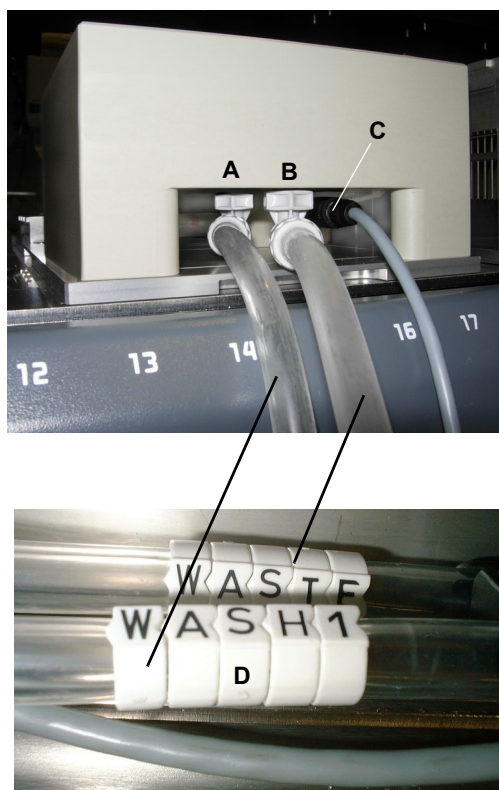

Рис. 5-10 Соединения промывочного блока
- 5 Вставьте кабель датчика уровня в соответствующие разъемы на промывочном устройстве (C) и промывочном блоке (C, Рис. 5-10, 5-7).
- 6 Соедините различные контейнеры с промывочной жидкостью (D) и контейнер для отработанных веществ (E) с соответствующими фитингами промывочного устройства.